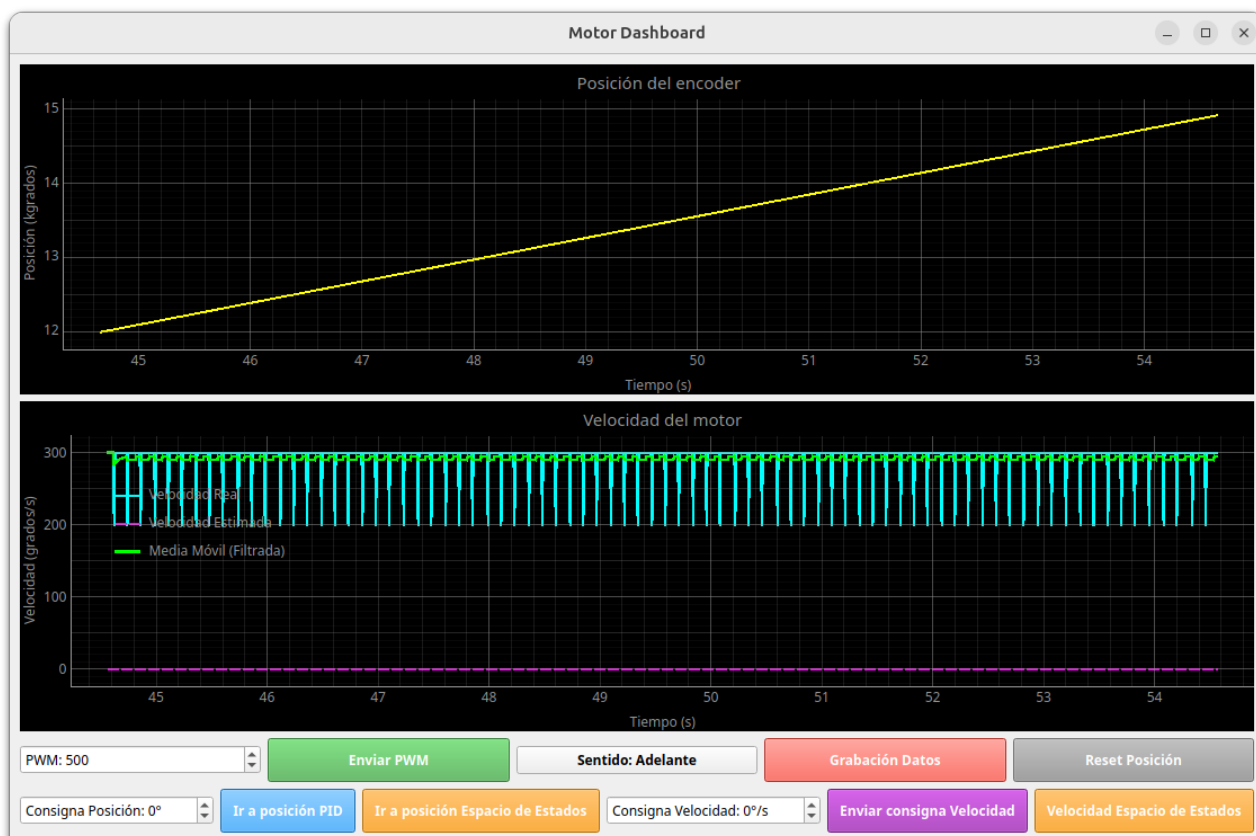

Figura 5.1: Vista del panel de control desarrollado para interactuar con el motor
En este caso, tenemos un solo programa `Motor.py`; un script de Python standard. Cuando se ejecuta, el script abre una ventana que muestra un panel de control (*Dashboard*), que permite al usuario interactuar con el motor y monitorizar la posición y la velocidad del motor. La figura 5.1 muestra una imagen del panel de control. Su uso se detalla en el guión de la práctica y no se repetirá aquí.
6. Se añade una primera fila de *gadgets*, relacionados con el control manual del motor. Se describen a continuación de izquierda a derecha; ver figura 5.1.